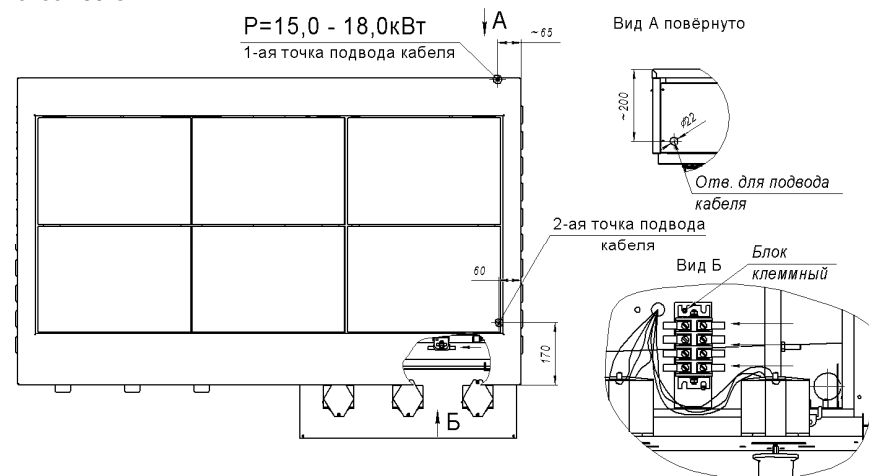

Рис.3
- 6.7 Рекомендуем, подвод электропитания к плите производить, скрытой в полу, трубной разводкой. Диаметр трубы – не менее 1/2" (Ø=22мм), высота от уровня пола не более 500мм (см. рис.3). Электропровода, заводимые в плиту, до клеммной колодки, должны иметь термоустойчивую изоляцию, с температурой длительной эксплуатации не менее 150°C.
6.10 Соединить провода подводящего кабеля с зажимами клеммного блока в соответствии с маркировкой на блоке и заземлить плиту отдельным проводом, пропустив провода в отверстие облицовочной панели (см. схему электрическую, принципиальную, рис.3).